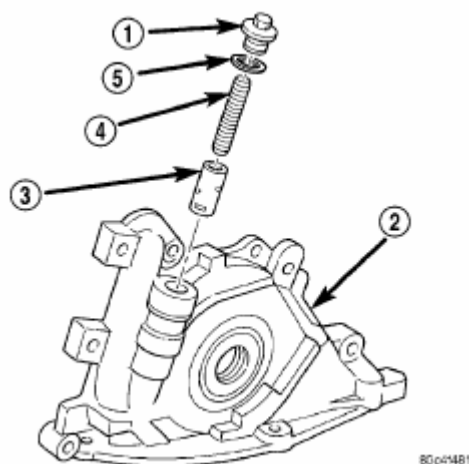

Рис. 88. Разгрузочный клапан масляного насоса.
- (1) Для снятия разгрузочного клапана выполнить следующее:
- (а) Снять резьбовую пробку и прокладку с масляного насоса (Рис. 88).